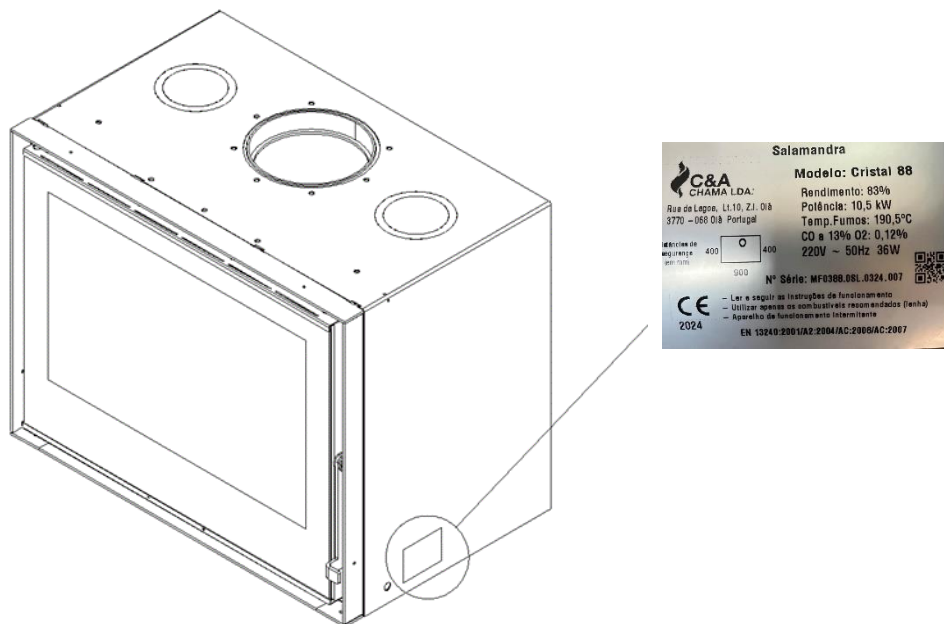

Figure 1 - Description de l'emplacement de l'étiquette d'identification
- - Si vous avez besoin d'aide ou si vous constatez une anomalie, vous devez contacter le fournisseur ou l'installateur de votre appareil. Vous devez fournir le numéro de série de votre appareil, qui se trouve sur l'étiquette apposée sur le côté de l'appareil (figure 1) et sur la couverture arrière de ce manuel.